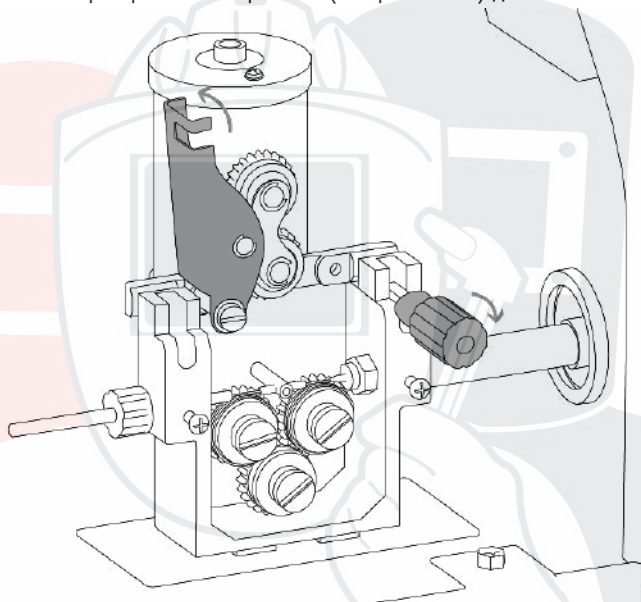

Рис. 8.3.1. Открытие механизма подачи проволоки WF-501.
1. Откройте механизм подачи проволоки подающего устройства. Потяните на себя механизм прижима, потяните вверх прижимные ролики (См. рис. 8.3.1) для WF-501.